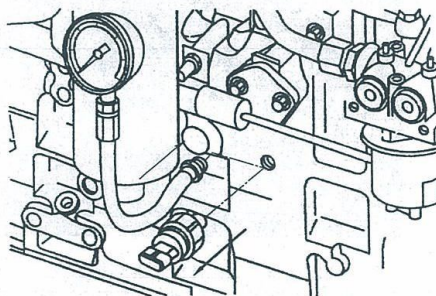

图 1-408 安装压力表测量机油压力
2) 在机油压力传感器连接处安装一个压力表, 起动发动机, 测量机油压力, 见图 1-408。规定机油压力最小值, 低怠速时 69kPa (10psi), 转速为 $675 \sim 725\text{r/min}$; 高怠速时 207kPa 。注意: 应将机油压力传感器开关设定为当机油压力下降到 55kPa 时动作。